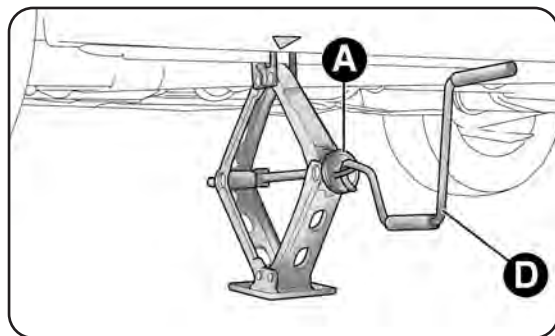
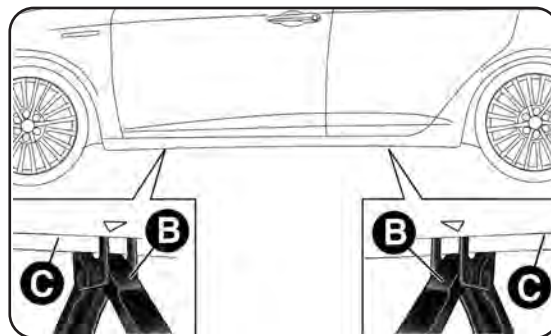

fig. 116
fig. 117
- accione el dispositivo A-fig. 116 para extender el gato hasta que su parte superior B-fig. 117 se introduzca correctamente en el dispositivo C;
- introduzca la manivela D-fig. 116 en el alojamiento del dispositivo A, accione el gato y levante el coche, hasta que la rueda se levante del suelo unos centímetros;
- accione la manivela D-fig. 116 del gato para bajar el coche. A continuación, extraiga el gato;